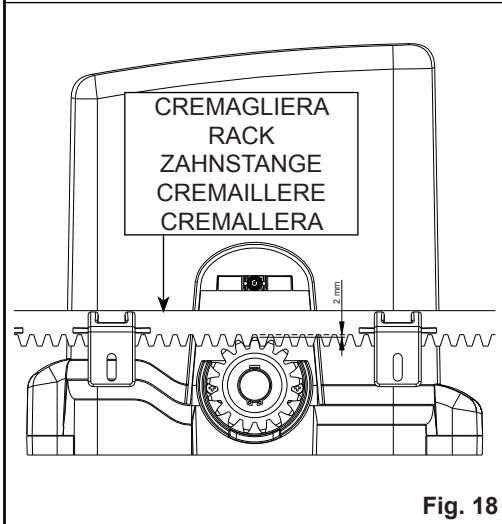

Fig. 18
**Wichtig:** die Installationsmaße und die Entfernung zwischen Getriebezahn und Zahnstangenzahn einhalten, wie auf den Abb. 18, 19 und 20 gezeigt.